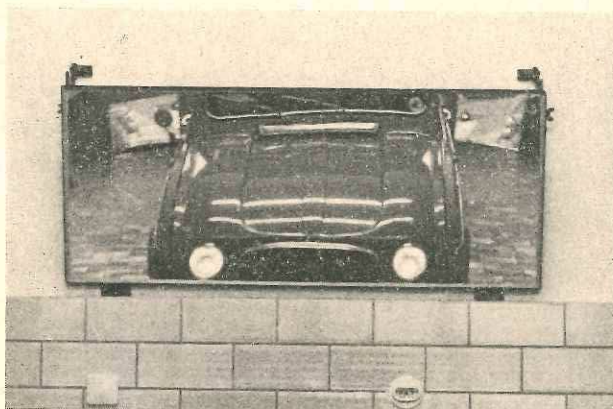

Bild 7 Durch richtig im Testraum angeordnete Spiegel kann die Funktion der vorderen und hinteren Beleuchtungseinrichtungen vom Fahrersitz aus überprüft werden
**Spiegel** erleichtern die Kontrolle der Wirksamkeit von Beleuchtungseinrichtungen. Durch entsprechende Anordnung von verchromten Radkappen im Testraum vor und hinter dem Automobil, ist es möglich die vorderen und hinteren Beleuchtungseinrichtungen vom Fahrersitz aus zu überwachen. Damit wird ein ständiges Hin- und Herlaufen erspart, denn nun kann man vom Fahrersitz aus die Beleuchtungseinrichtungen nacheinander einschalten und zugleich ihre Funktion überwachen (Bild 7).